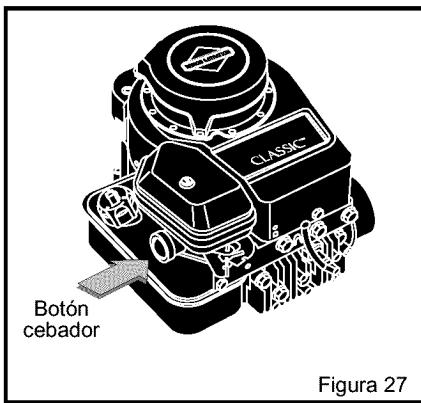

Figura 27
5. Para arrancar el motor en frío, oprima el botón cebador tres veces. Espere unos dos segundos entre cada pulsación del botón. Ver la Figura 27.